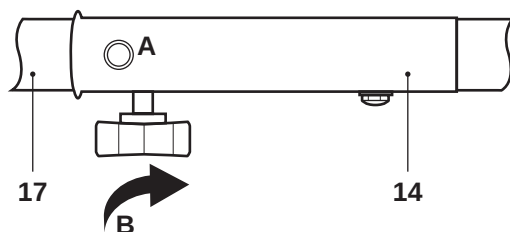

Fig. 3
- > Appuyez sur la butée [16] et poussez le tube inférieur [17] dans le tube supérieur ([11]. Continuez de pousser jusqu'à ce que la butée s'engage dans le trou (Fig. 3, A).
- > Serrez la mollette [15] (Fig. 3, B) pour que le tube inférieur ne puisse pas bouger du tout.